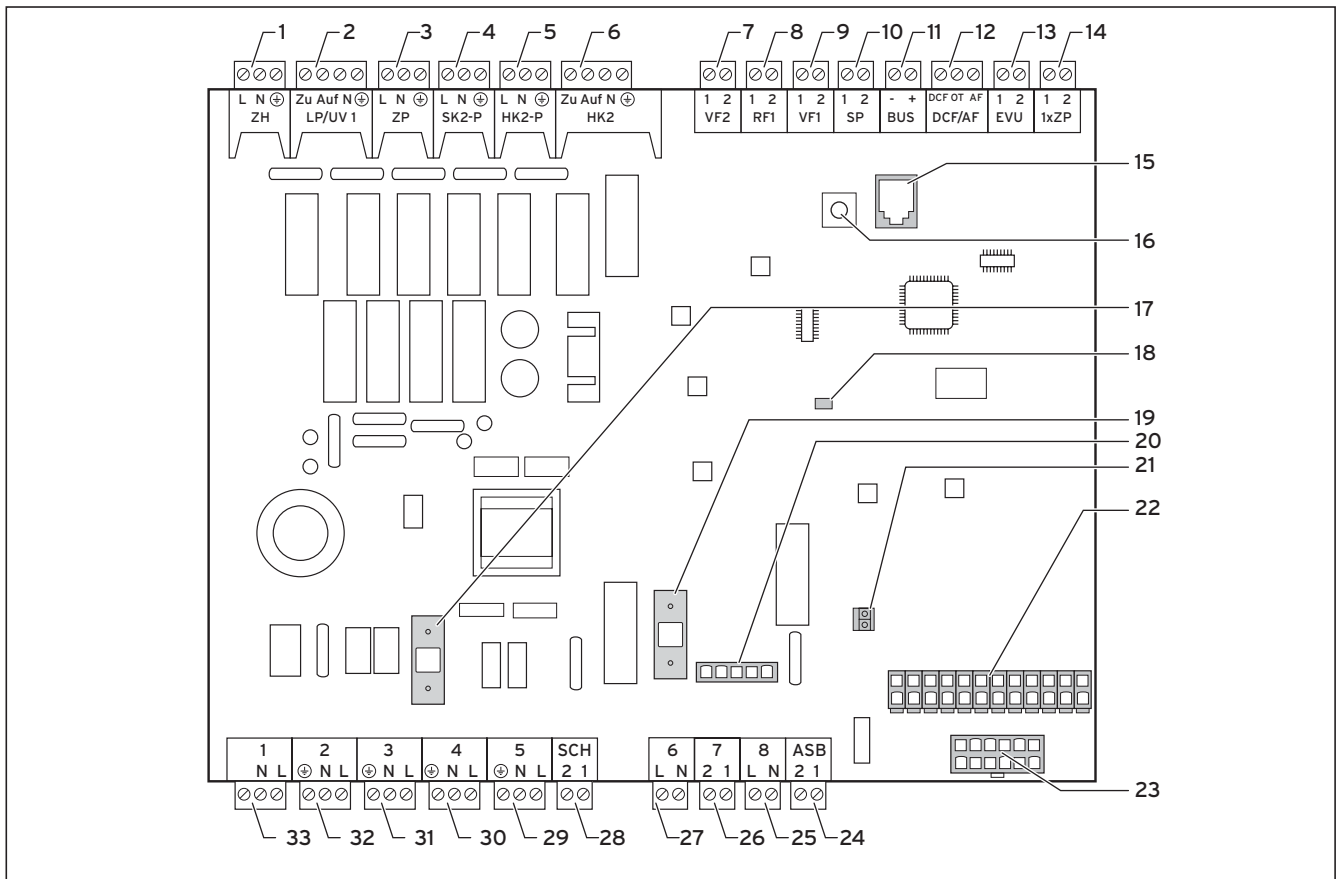

Fig. 6.7 Scheda della centralina di regolazione
- Collegare il relè del segnale di controllo al morsetto 13 "EVU" se richiesto dal gestore della rete elettrica. All'arrivo di questo segnale, a contatto chiuso, la pompa di calore viene fermata (vedi fig. 6.7).
- Collegare l'alimentazione elettrica permanente all'alimentazione della rete a tariffa maggiore (2).
- Collegare l'alimentazione elettrica a tariffa ridotta all'alimentazione della rete a tariffa ridotta (1).
Legenda della fig. 6.7